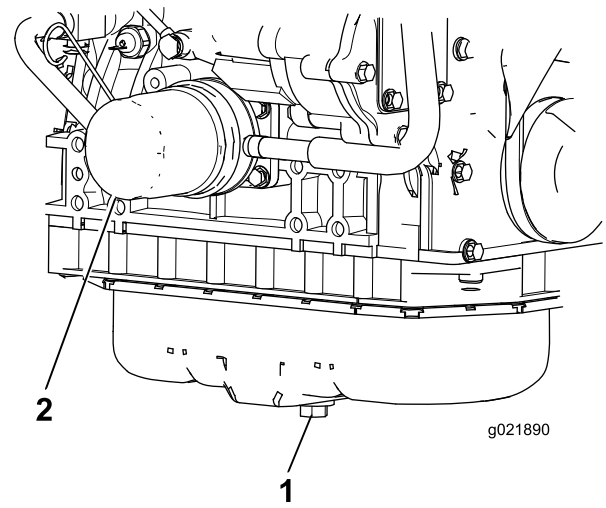

Figura 69
1. Retire el tapón de vaciado del aceite (Figura 69) y deje fluir el aceite a un recipiente apropiado. Una vez que se haya vaciado todo el aceite, coloque el tapón de vaciado.
2. Retire el filtro de aceite (Figura 69). Aplique una capa ligera de aceite limpio al filtro nuevo antes de enroscarlo. **No apriete demasiado.**